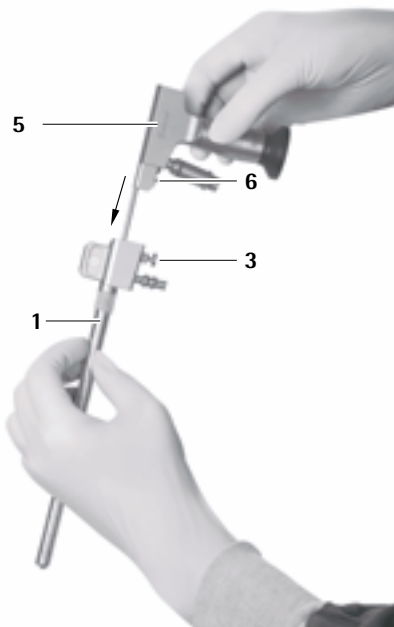
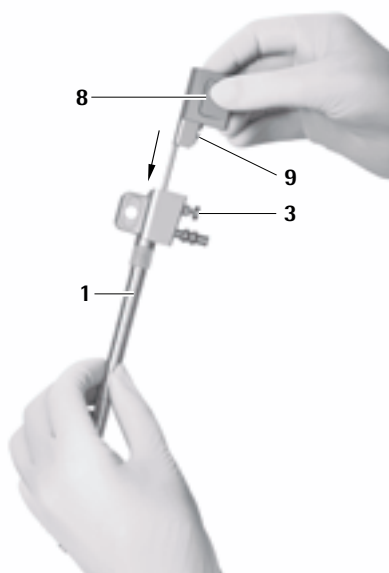

Fig. 14
Fig. 15
- ▶ Para tal, assegurar que os pinos de bloqueio 6 do endoscópio 5 ou os pinos de bloqueio 9 do obturador para canal óptico 8 se encontram no mesmo lado que o botão de desbloqueio 3 do trocarte MINOP inVent 1, ver Fig. 14 e ver Fig. 15.